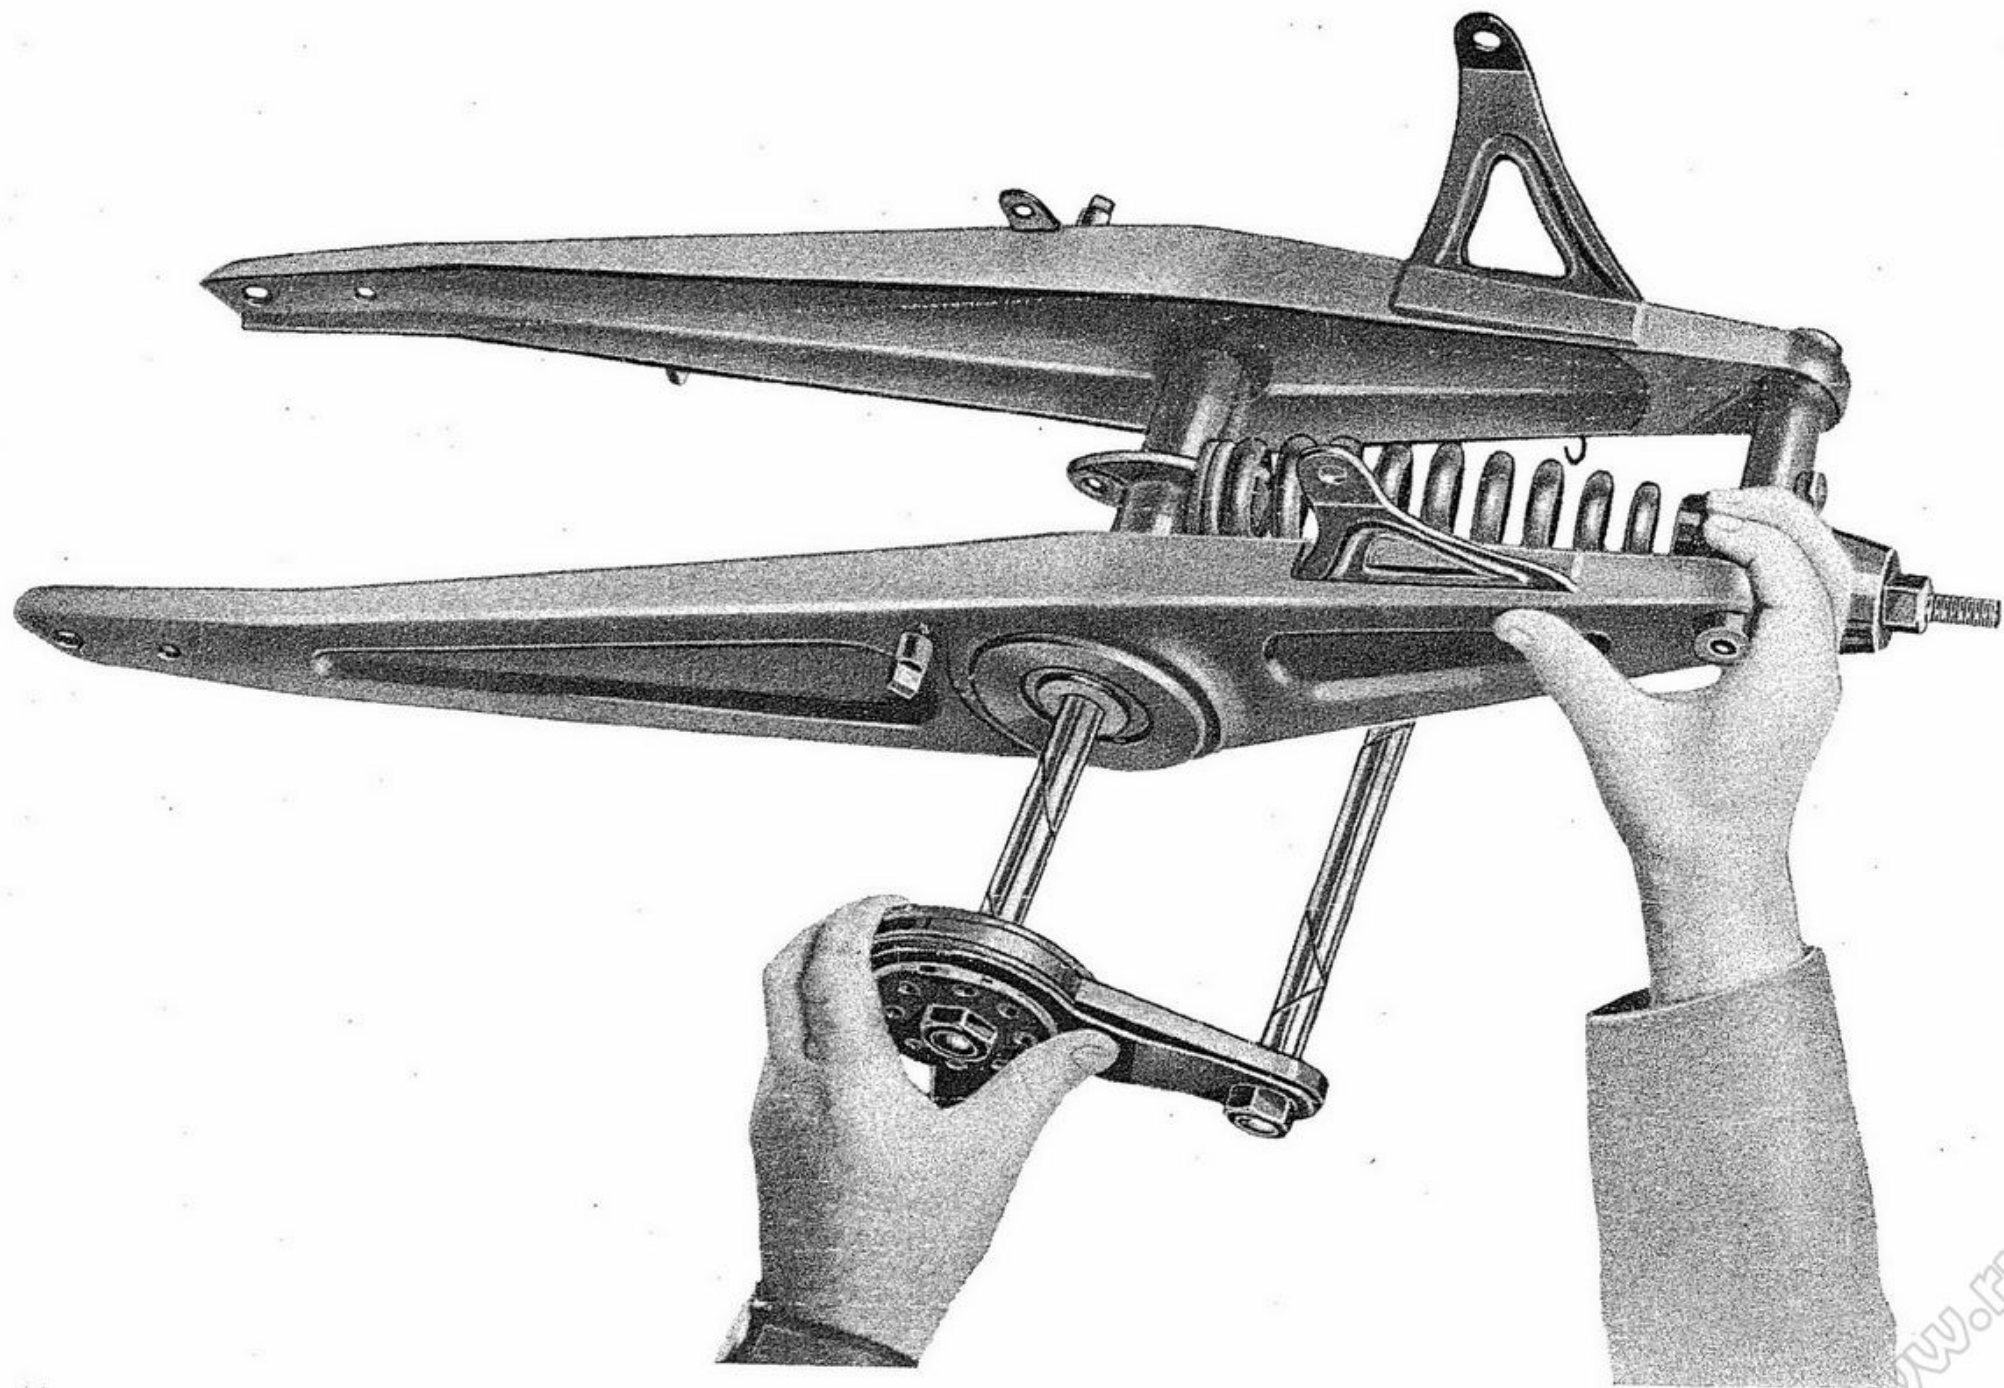

Fig. 37 - Come viene smontata la forcella
- la base dello sterzo e i perni col biscottino sinistro (vedere fig. 37);